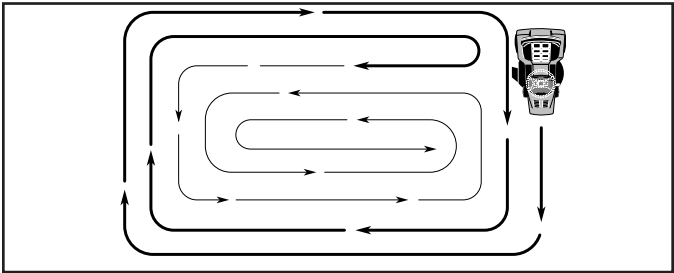

FIG. 12
- Pour tondre une grande surface, on vous conseille de commencer par tourner à droite, de façon à ce que l'herbe ne soit pas déversée sur les arbustes, les clôtures, les allées, etc. Après un ou deux tours, tondez en sens inverse en tournant à gauche jusqu'à ce que le travail soit achevé (Voir la Fig. 12).